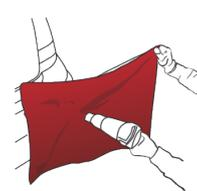
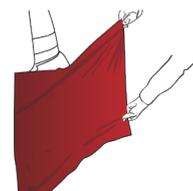

Figure 13
Figure 14
- › Chauffer le film entre 40 °C et 50 °C (FIG. 13) (30 °C et 40 °C pour le HX30CA890B, HX30CANCOB, HX30CANPEB) puis le tendre de manière à envelopper complètement la surface convexe. (FIG. 14)
! Dans le cas des HX30000, la chauffe du film tendu (FIG. 13) à (FIG. 18) doit être réalisée avec précaution. La position du pistolet thermique ne doit pas être perpendiculaire à la surface du film. Incliner le pistolet de telle sorte à chauffer une surface plus grande. Garder toujours le pistolet thermique en mouvement. Ne jamais chauffer de façon prolongée une surface réduite.